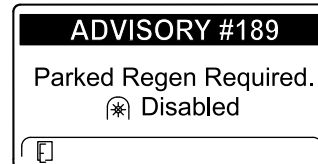

Bild 37
- Wenn Sie eine geparkte Regenerierung nicht innerhalb von zwei Stunden durchführen, wird im InfoCenter „Parked regeneration required – power takeoff disabled ADVISORY #189“ angezeigt (Bild 37).